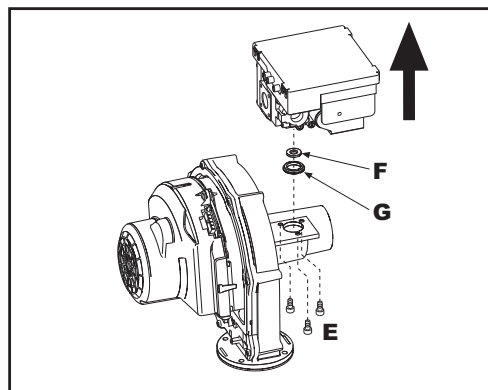
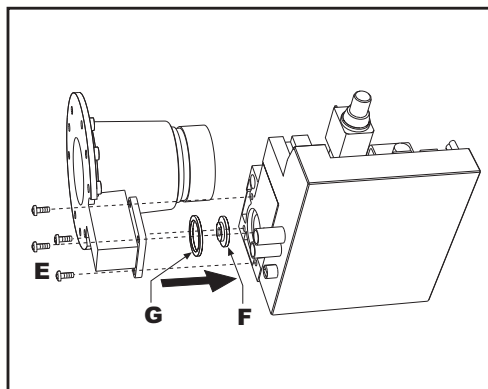

fig. 53 - modello FUTURIA POWER 80 - 160
fig. 54 - modello FUTURIA POWER 125 - 250
7. Svitare le viti di fissaggio "E" (fig. 53 modello **FUTURIA POWER 80 - 160** e fig. 54 modello **FUTURIA POWER 125 - 250**) e togliere la valvola gas.
8. Sostituire l'ugello gas "F" (vedi fig. 53 per il modello **FUTURIA POWER 80 - 160** e fig. 54 per il modello **FUTURIA POWER 125 - 250**) posizionandolo all'interno della guarnizione "G" con quello contenuto nel kit di trasformazione. Rimontare i componenti e verificare le tenute.